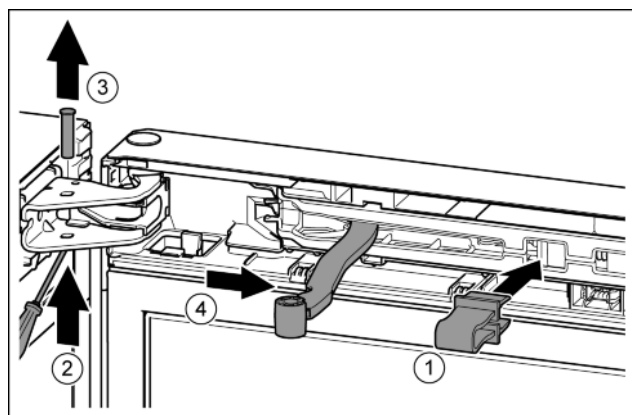

Fig. 10
- ▶ Zabezpieczenie zazębić w otworze. Fig. 10 (1)
- ▶ Swornie wysunąć przy pomocy śrubokręta. Fig. 10 (2)
- ▶ Swornie wyjąć w górę. Fig. 10 (3)
- ▶ Przegub obrócić w kierunku drzwi. Fig. 10 (4)